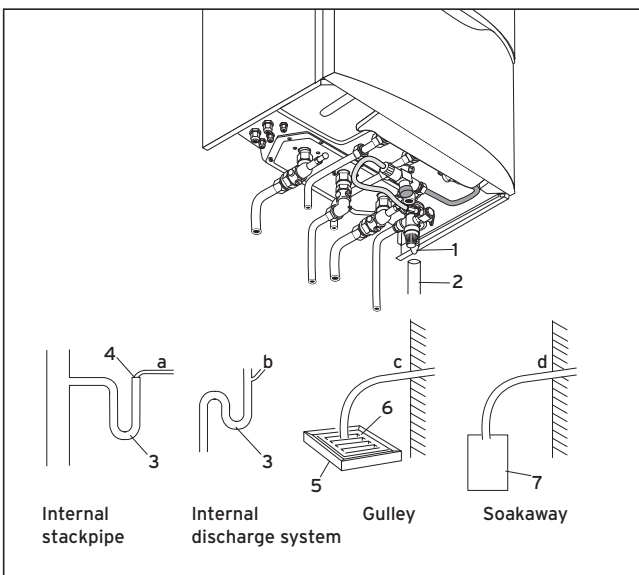

Fig. 4.10
4.13 Condensate drain (fig. 4.10)